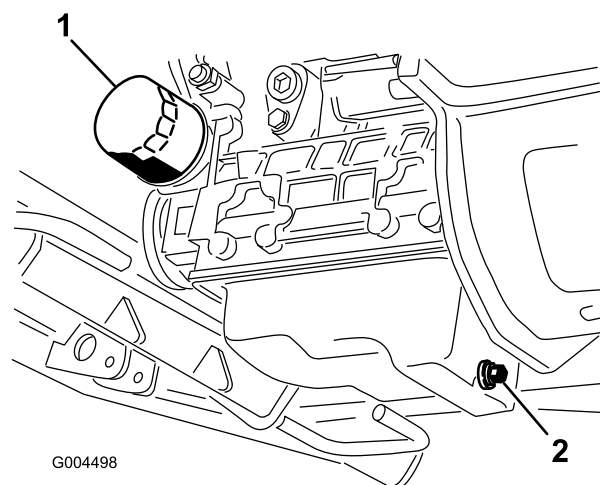

Figura 46
3. Sistemate una bacinella sotto la coppa e in linea con il tappo di spurgo (Figura 46).
6. Togliete il filtro dell'olio e sostituitelo (Figura 46).